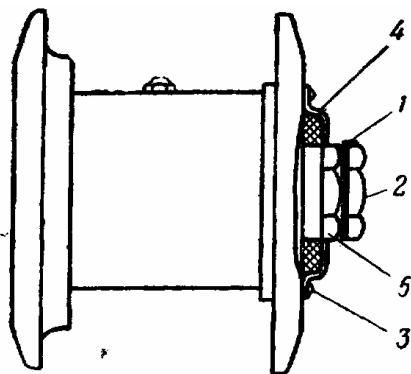

Рис. 13. Втулка колеса:
- отогнуть края замковой шайбы 1 (рис. 13); удерживая большой отверткой втулку оси колеса, отвернуть контргайку 2; отвернув винт 3, снять корпус 4 сальника вместе с сальником;